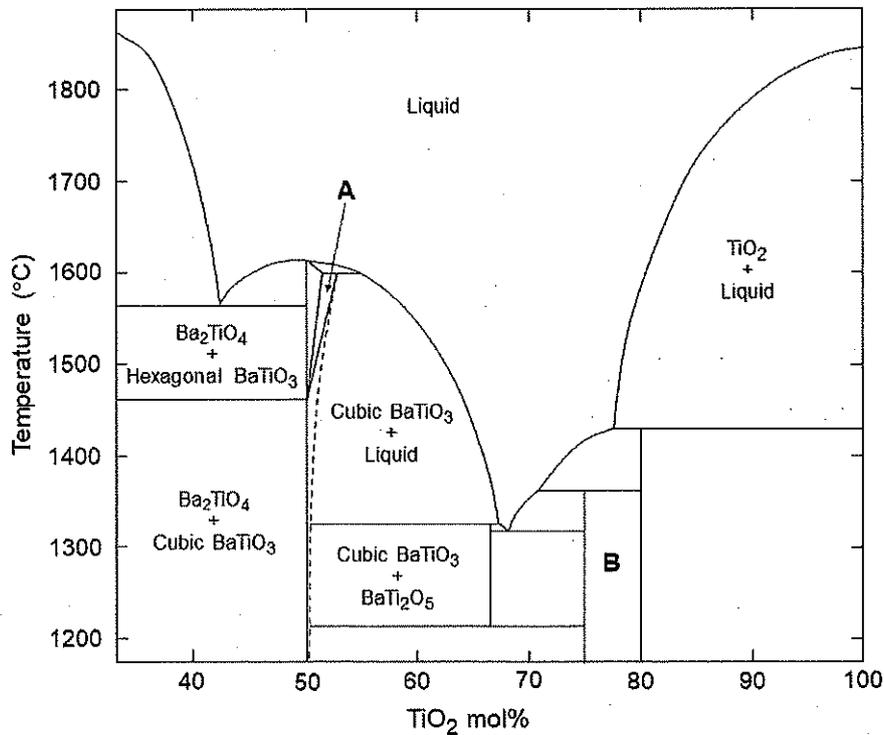

図1 BaO-TiO₂系状態図
設問2 図1はBaO-TiO₂系状態図の一部である。以下の問(1)～(5)に答えなさい。
- (1) 図1において、液相共存下で自由度が「0」である温度はいくつあるか答えなさい。ただし、圧力は常圧で一定であるとする。
- (2) 領域AおよびBはいずれも二種類の固相の共存状態となる。それぞれの領域に存在する固相を二つずつ答えなさい。
- (3) この状態図を用いて、立方晶BaTiO₃の単結晶を作製する方法を説明しなさい。
- (4) 立方晶BaTiO₃を冷却すると、およそ120℃において強誘電相である正方晶に相転移する。90～150℃の温度領域におけるBaTiO₃の比誘電率および自発分極の変化を答案用紙の図中に描きなさい。
- (5) 立方晶BaTiO₃および正方晶BaTiO₃の点群を次の(ア)～(ク)からそれぞれ選び、記号で答えなさい。
つぎに、タンパク質 H の検出を目的として、次の手順で免疫検出を行った。L と M の菌体を破碎して調製した粗抽出液をSDS-PAGEに供した。ゲル中のタンパク質をメンブレンに転写した。メンブレンを洗浄・(ア)ブロッキングした後、メンブレンに抗体 I を作用させた。メンブレンを洗浄後、抗体 II を作用させた。その後、検出を行ったところ、図1に示す結果が得られた。
- (1) 下線部 (ア) のブロッキングの目的を簡潔に説明しなさい。
- (2) 抗体 I, 抗体 II はそれぞれどのような機能 (性質) を持っている必要があるか。簡潔に説明しなさい。抗体 II については2つ答えなさい。
- (3) 下線部 (イ) の配列の役割を簡潔に説明しなさい。
- (4) 図1のレーン①に観察されるバンドは何が検出されたものであると考えられるか。検出された理由を含めて答えなさい。